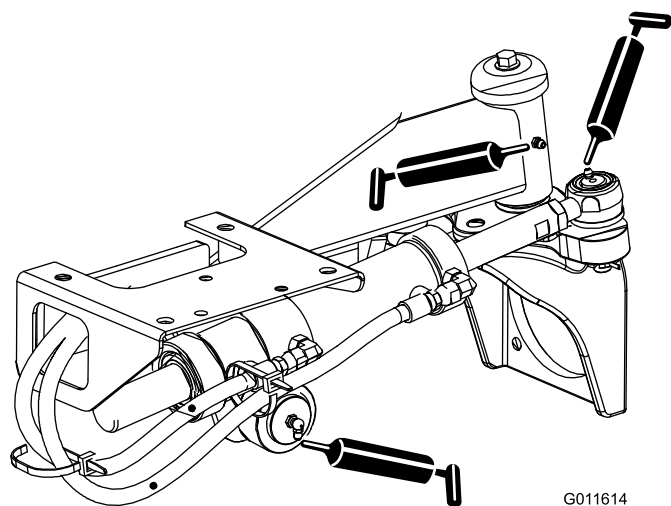

Рисунок 35
- Шаровые опоры гидроцилиндра рулевого управления (2 шт.) и задняя ось (1 шт.) (Рисунок 35)